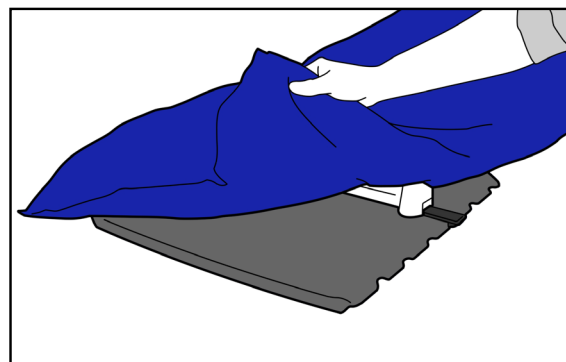

Fig. 6
3. Umpleți perna cu suficient aer astfel încât pliurile și cutele să fie îndreptate. Apoi, așezați perna pe indexatoare (fig. 6).